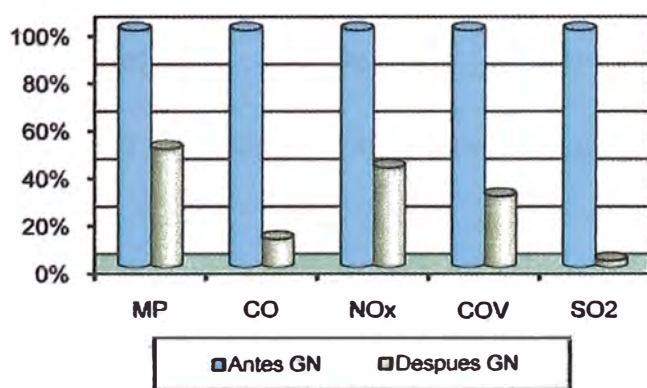

Figura 5.1 Reducción de emisiones: En un equipo convertido a GN
- 3.- La emisión de gases de combustión (CO, NO_x, SO₂), y material particulado al medio ambiente se ha reducido, como se observa en el diagrama de barras (figura 5.1) de la pagina 132.